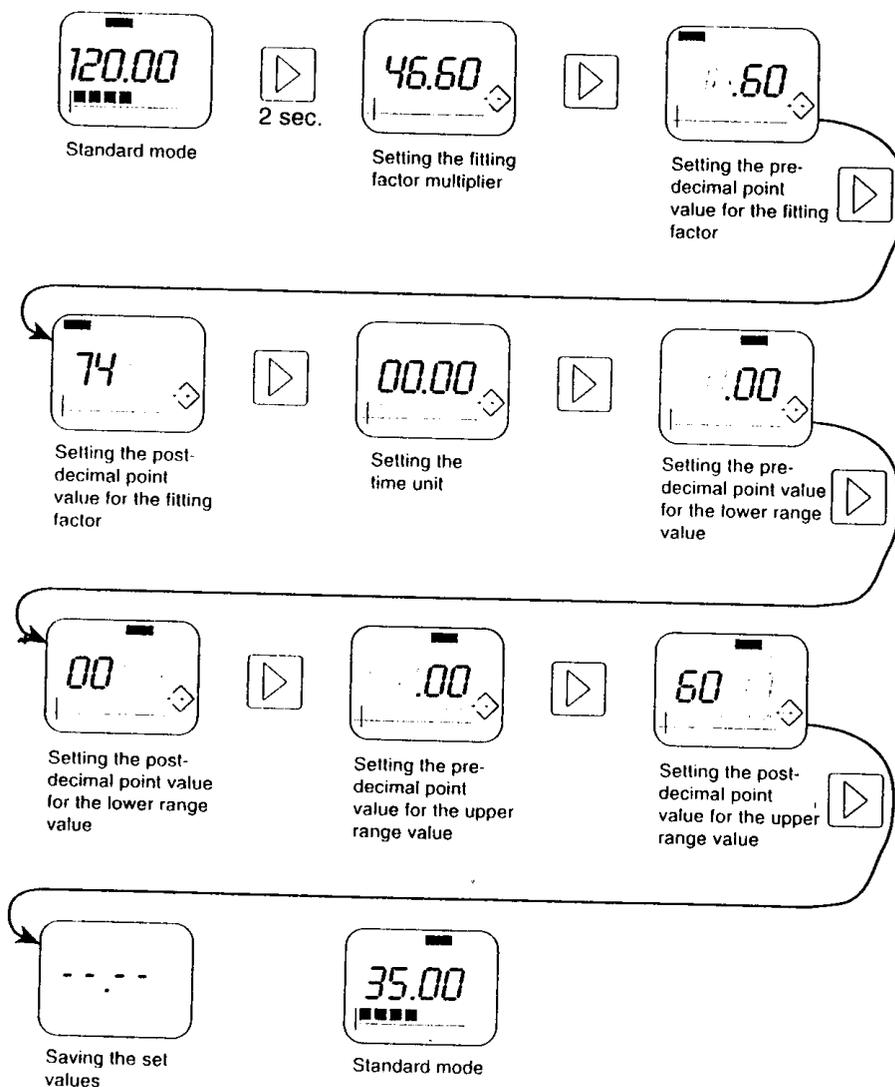

Fig. 4.4 Illustrazione dei vari parametri di programmazione
4.3.3 Modo programmazione (vedi fig. 4.4)
Fitting fattore K (vedi fig. 4.4)